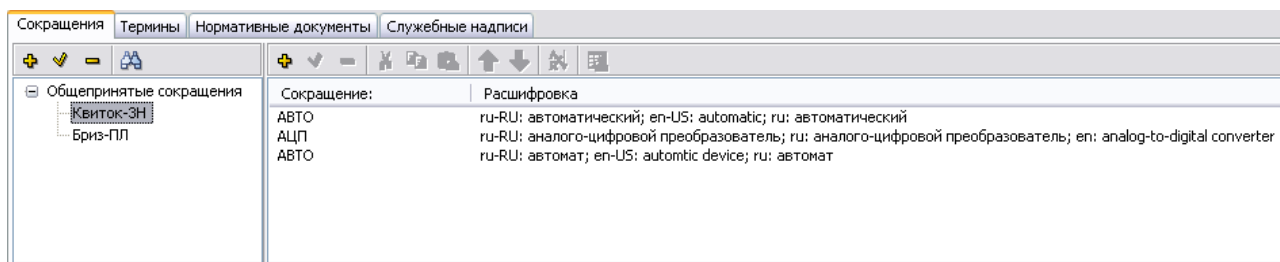

Рисунок 154
4) Нажмите на кнопку «Да». В правом окне редактора появится введенное сокращение (рисунок 154).